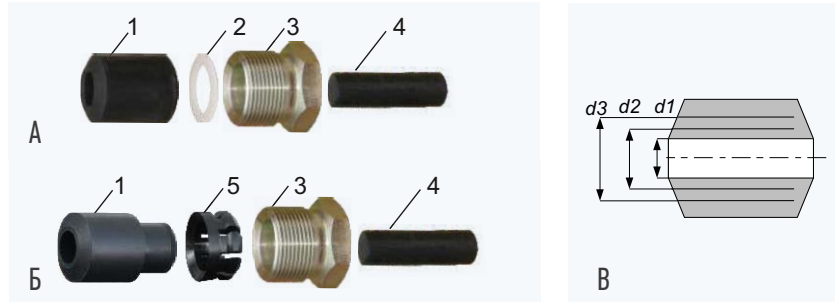

Рис. 2. Устройство крепления металлорукава УКМ-10 (-12) для кабельного ввода "D12":
1) Устройство крепления металлорукава “УКМ10” или “УКМ12” для кабельного ввода D12* (рис. 2). Устройства предназначены для крепления металлорукава, внутренним диаметром 10 мм (УКМ10) и 12 мм (УКМ12). Состоят из резьбовой втулки 1 (сталь) и втулки 2 (латунь). Крепление осуществляется наворачиванием металлорукава на втулку 2, на конце которой предварительно выполняется выступ (~ 1,5 мм) при помощи плоскогубцев.